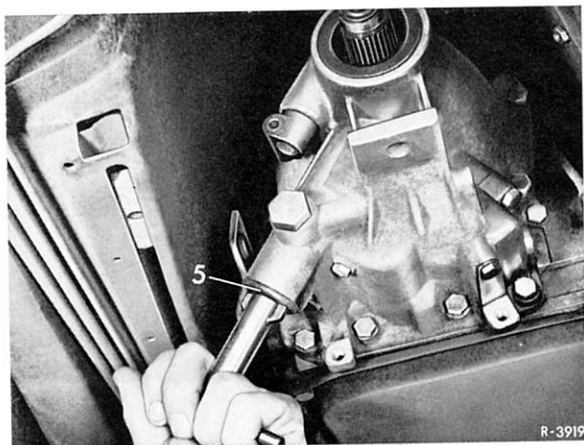

Bild 27–8/4
11 Stopfen für Sekundärpumpe (5) abschrauben und Druckfeder herausnehmen (Bild 27–8/4).